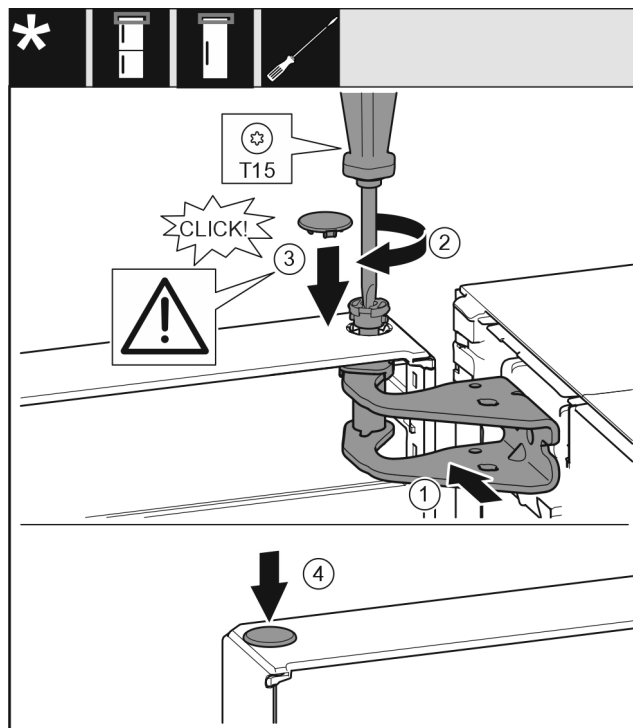

Fig. 19
- ▶ Регулирайте вратата горе спрямо отвора в лагерната стойка. Fig. 19 (1)
- ▶ Поставете болта и затегнете здраво с отвертка T15. Fig. 19 (2)
- ▶ Монтаж на предпазния капак за осигуряване на вратата: Поставете предпазния капак и проверете дали той е допрян до вратата. В противен случай поставете изцяло болта. Fig. 19 (3)
- ▶ Поставете тапата. Fig. 19 (4)